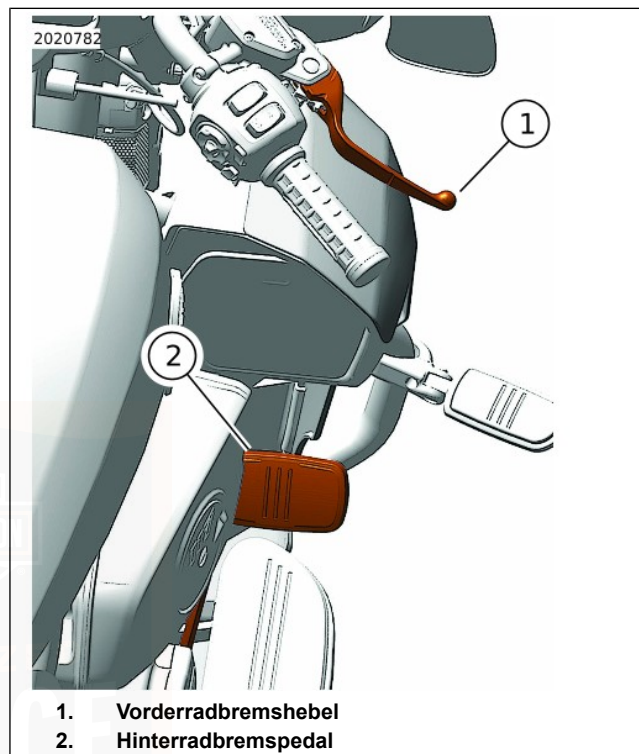

Abbildung 67. Bedienelemente für Bremsen (typisch)
Siehe Abbildung 67. Mit dem Vorderradbremshebel (1) wird die Vorderradbremse betätigt. Der Hebel befindet sich am rechten Lenker. Den Handhebel mit den Fingern der rechten Hand betätigen.